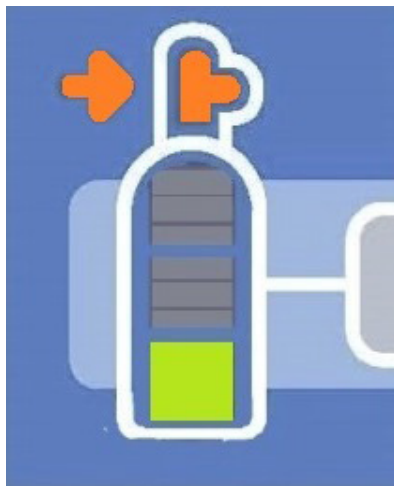

Figura 7: Indicatore di bassa pressione
- Se l'indicatore di bassa pressione, come si vede nella Figura 7, si illumina di colore ambra, significa che l'unità cryoICE BOX non sta rilevando la pressione corretta. Controllare che la valvola del cilindro del gas sia completamente aperta e che il cilindro collegato non sia vuoto.